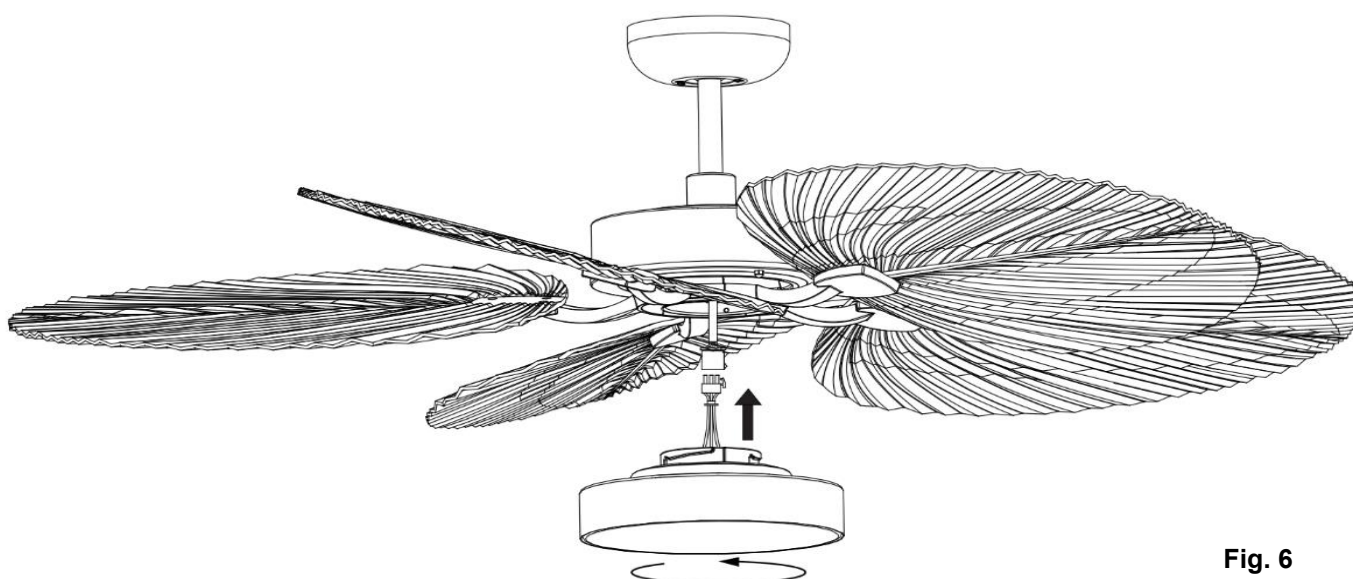

Fig. 6
**INSTALLAZIONE DEL KIT LUCE (Fig. 6)**